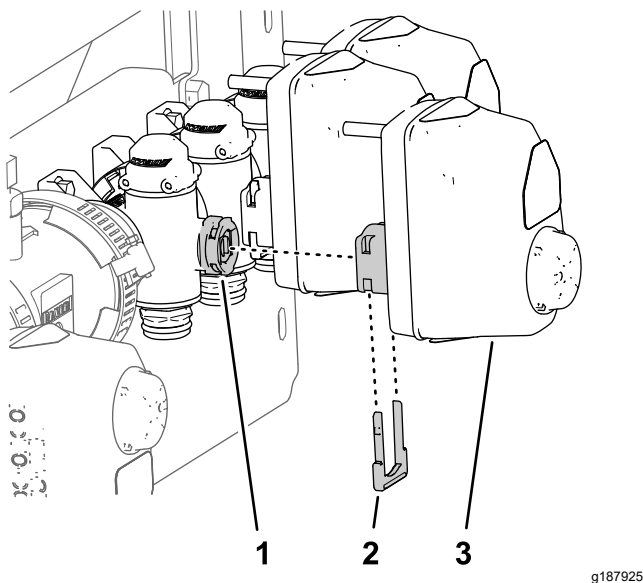

Figure 51
- Alignez le coupleur de l'actionneur de vanne de section que vous avez déposé à l'opération 2 de Dépose de l'actionneur de vanne (page 26) sur l'orifice de pointeau de la vanne du collecteur (Figure 51).
- Fixez l'actionneur de vanne de section à la vanne du collecteur à l'aide de l'étrier (Figure 51) que vous avez retiré à l'opération 1 de Dépose de l'actionneur de vanne (page 26).